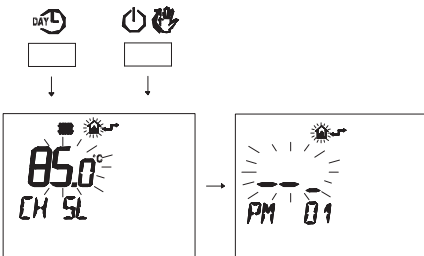

Fig. 5.78
- Premere contemporaneamente i pulsanti  $\text{DAY} \text{☀}$  e  $\text{☀}$  per entrare nella programmazione trasparente (Fig. 5.78).